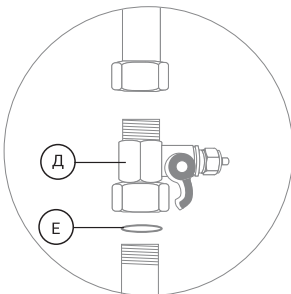

Рис. 7
1. Установите адаптер-вентиль (Д) между магистралью холодной воды и гибкой подводкой вашего смесителя. Уплотните соединение адаптера-вентили с магистралью при помощи поставляемого в комплекте уплотнительного кольца (Е) (рис. 7).